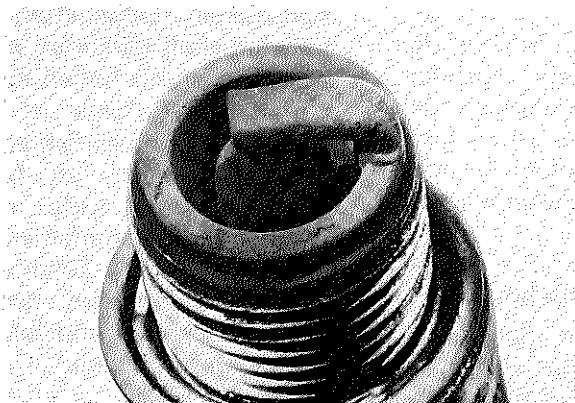

Fig. 6-3-2
2. If the electrodes and porcelain are black and somewhat oily, replace the plug with a hotter-type for low speed riding. (Fig. 6-3-2)
2. Si les électrodes et la porcelaine sont encrassées noires et présentent un aspect gras, installer une bougie plus chaude, surtout si le propriétaire a l'habitude de conduire lentement. (Fig. 6-3-2).
2. Wenn die Elektroden und der Isolationskörper schwarz und teilweise ölig sind, ist die Zündkerze durch eine heißere für Fahren mit niedrigen Geschwindigkeiten zu ersetzen. (Fig. 6-3-2)